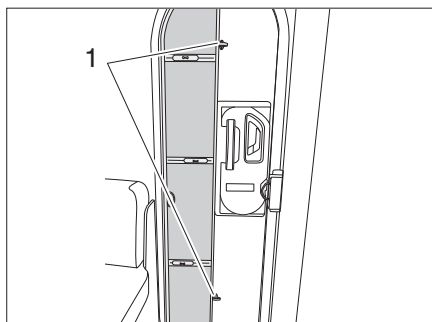

Fig. 41 Porte à moustiquaire, repliée
- Tourner les deux verrous (Fig. 41,1) d'un quart de tour.
- Appuyer la porte à moustiquaire contre la porte de cellule et tourner les verrous (Fig. 41,1) d'un quart de tour.